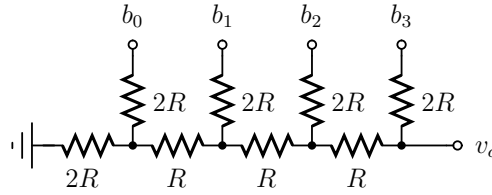

Figura 2: DAC R2R de 4 bits
Esta parte de la experiencia consiste en el desarrollo de un conversor digital-análogo de topología escalera de resistencias R-2R. En la figura 2 se muestra un DAC de escalera de resistores R2R.
1. Utilizando el principio de superposición encuentre el valor de voltaje de salida del conversor de la figura 2 en función del valor de los bits $v_o(b_0, b_1, b_2, b_3)$.